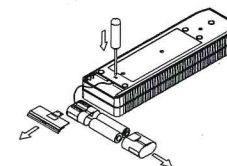

Рис.4. Схема замены элементов питания.
- разместить щелочные элементы (аккумуляторы) типа R6 (AA) в контейнере для элементов питания (рис. 4);